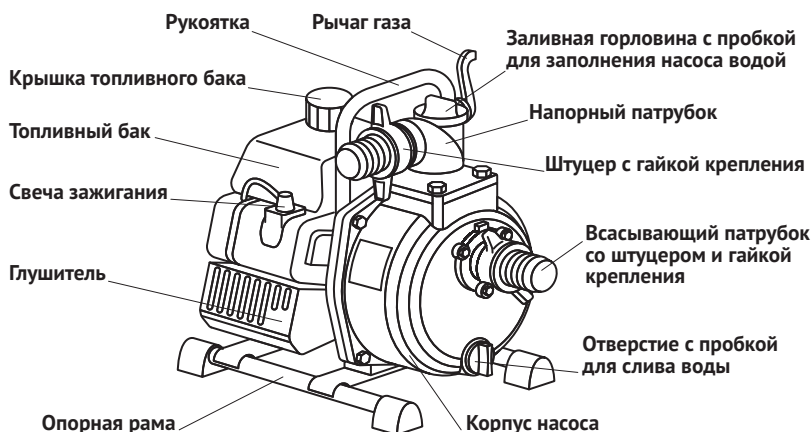

Рис. 1
- Открутив пробку заливной горловины (рис. 1), при помощи воронки медленно заполните корпус насоса водой. Заливайте воду до тех пор, пока из горловины не потечет вода без пузырьков воздуха. Плотно заверните пробку заливной горловины. Следите за герметичностью всасывающего шланга и надёжностью его соединения со штуцером, чтобы избежать попадания воздуха в насос.
- Откройте дроссельную заслонку карбюратора, переведя рычаг газа (рис. 1, 7) из крайнего положения («закрыто») на 1/2 расстояния до другого крайнего положения («открыто»). Направление поворота рычага газа, соответствующее увеличению числа оборотов двигателя, можно определить по возникающему при повороте усилию.